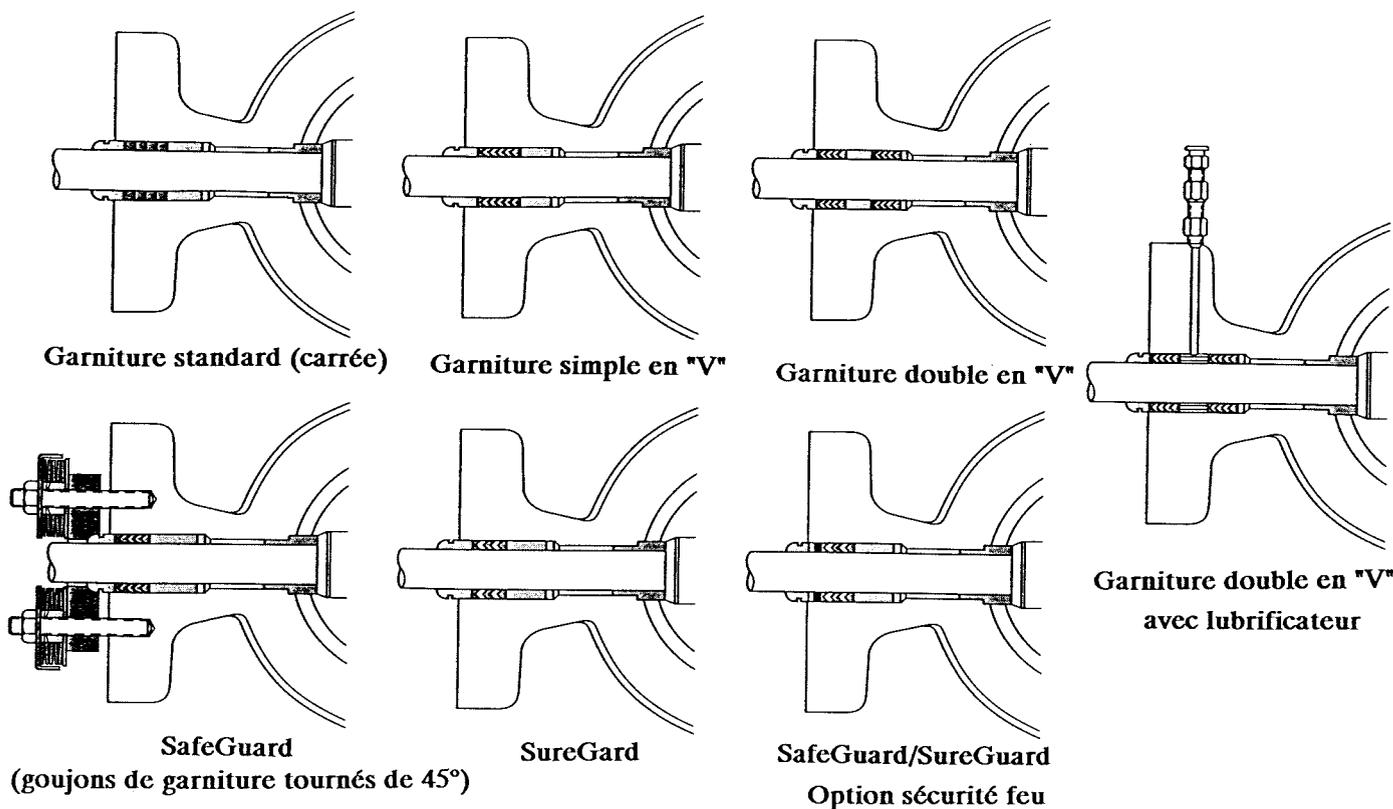

Figure 3 : Configurations de garnitures s types
- Glisser la retenue de garniture, la garniture inférieure, l'entretoise de garniture, le presse-étoupe supérieur et le fouloir de garniture sur l'extrémité cannelée de l'arbre dans le corps. Des configurations types de garniture sont représentées à la figure 3.